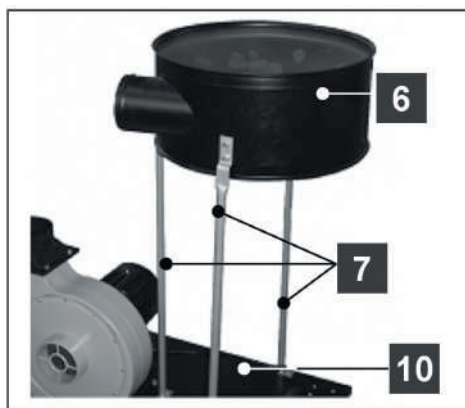

Рис. 15
- Закрепите болтами на основании (10) три опоры (7) и установите на них корпус фильтра (6) (рис. 15).